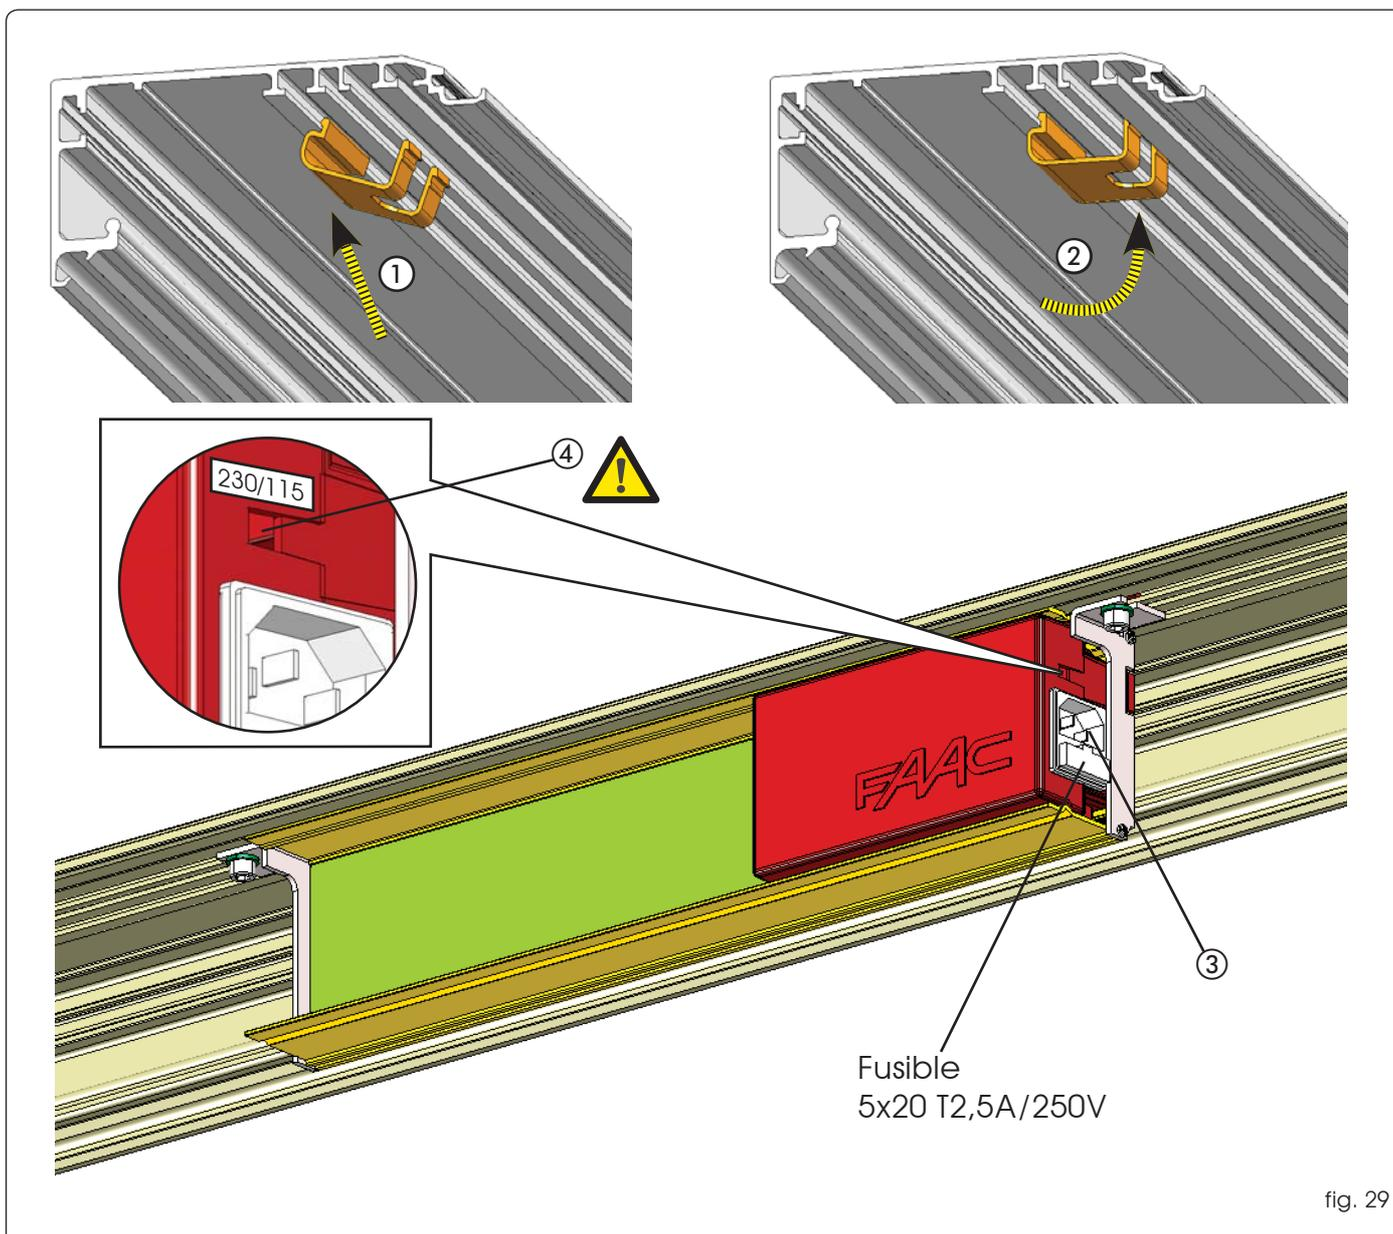

fig. 29
- Utilice los canales de cables adecuados y colóquelos correctamente (fig. 29 ref. ① y ②), para que los hilos se deslicen dentro del perfil de sostén, evitando así que entren en contacto con partes en movimiento.
- Conecte la clavija de alimentación 115V/230V~ en el conector específico de la unidad de alimentación (fig. 29 ref. ③).
**⚠ Compruebe el correcto posicionamiento (230V~/115V~) del interruptor en la fig. 29 ref. ④.**